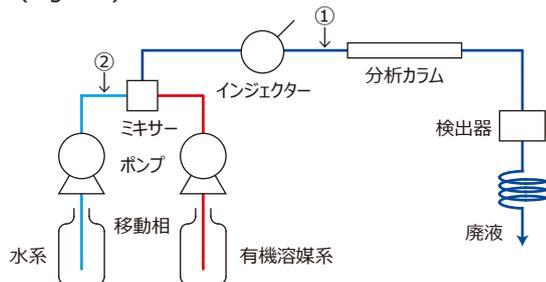
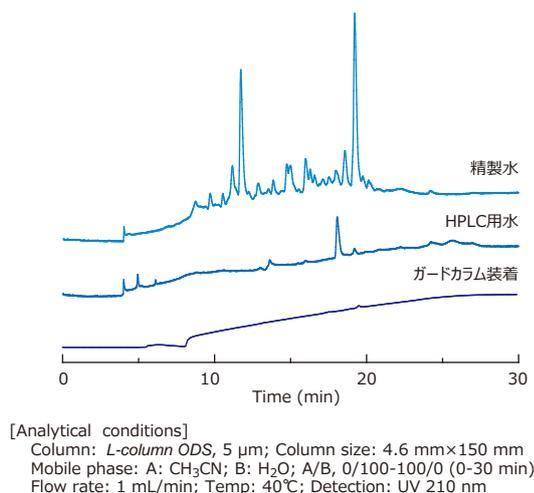

Fig.3 ガードカラム及びプレカラムフィルターの取り付け図
Fig.4 水中の不純物
ガードカラム、プレカラムフィルターは分析カラムの手前に取り付けます(Fig.3①)。
水は不純物を含みます(グレードや保管状態により多少異なります)。移動相の水比率が高いと、不純物はカラムに蓄積していきます。ガードカラムを送液ポンプの後ろ、ミキサーの手前に取り付けると(Fig.3②)※4、分析カラムへの不純物の蓄積を防ぐだけでなく、水由来のゴーストピークを抑えることができます(Fig.4)。